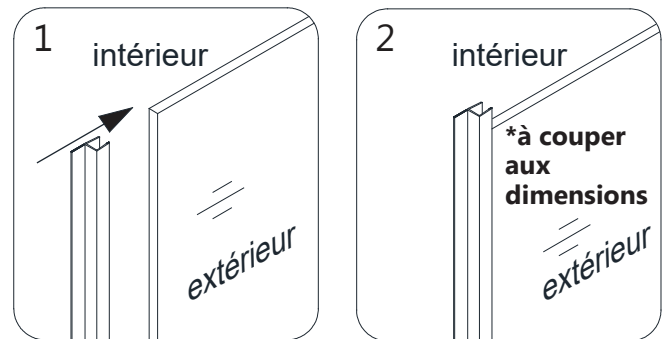

Fig 2
2. Poussez fermement la **Gâche de Vinyle 180° (N° 19)** sur la bordure du **Panneau Vitré (N° 11)**. (Ceci protégera la bordure du panneau vitré contre des dommages et allouera l'espace suffisant pour la porte vitrée.). **(Fig 2)**